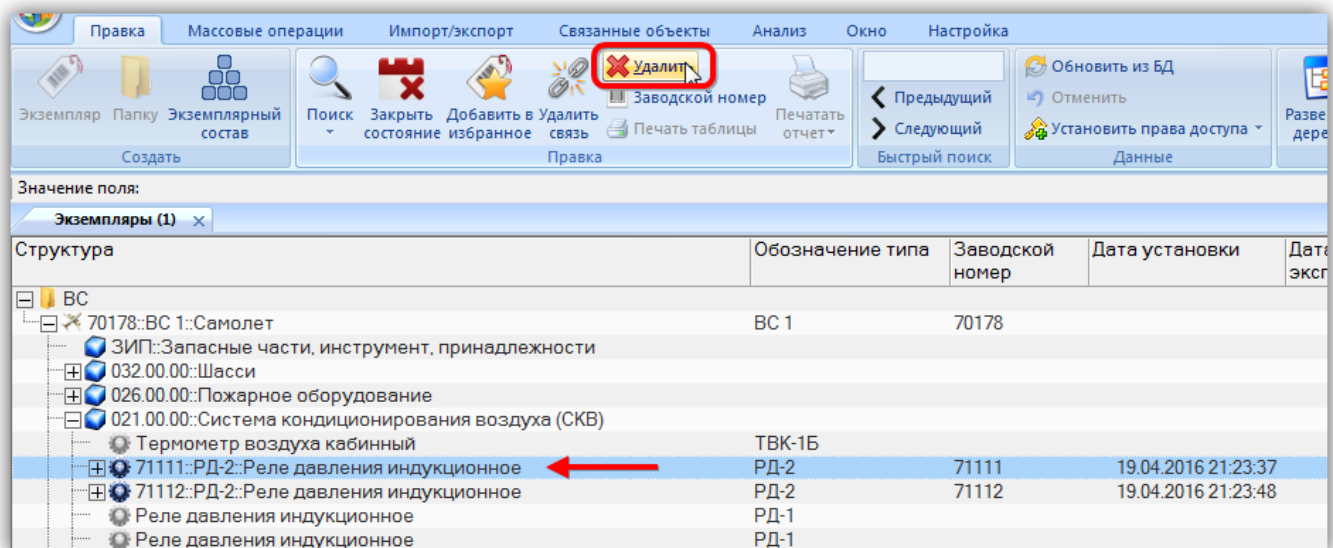

Рис. 13-22 – Выбор ПКИ в рабочем окне «Экземпляры»
1) Выбрать экземпляр ПКИ в дереве экземпляра ФИ и нажать кнопку «Удалить» панели «Правка» (рис. 13-22).